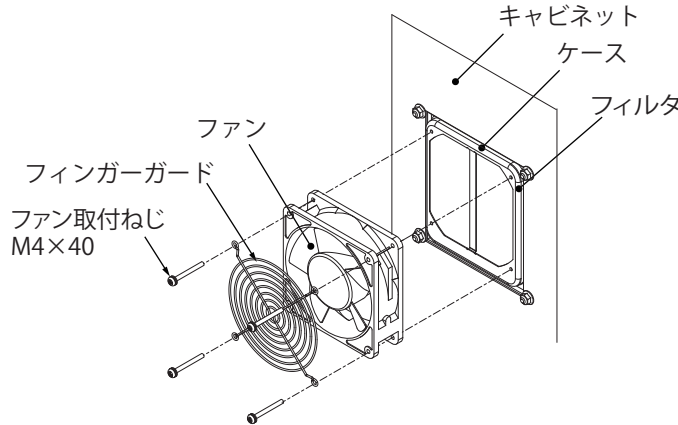

図 9 キャビネット内側交換
1. ファン付の場合、ファン取付ねじ M4×50 を取り外し、ファンとフィンガーガードを取り外してください。(図 9)